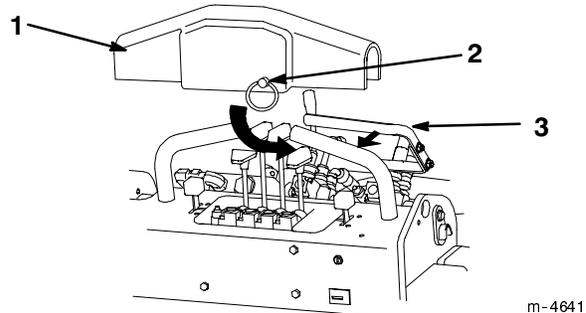

Figure 15
3. Tirer la manette hydraulique auxiliaire vers la poignée de conduite, et mettre le cache en place en le pressant sur la poignée de conduite, puis en le glissant vers la droite pour que la tige qui le traverse se glisse sous la poignée de conduite de droite (Fig. 15).
5. Retirer le cache des leviers hydrauliques (Fig. 15).